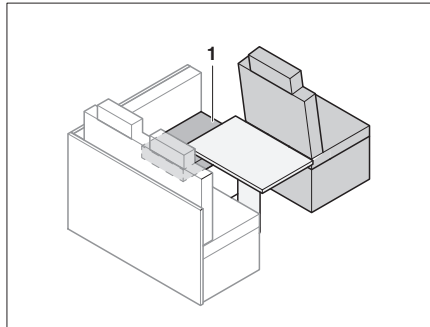

Fig. 181 Avant la transformation
- Mettre le coussin d'assise (Fig. 181,1) sur le côté.